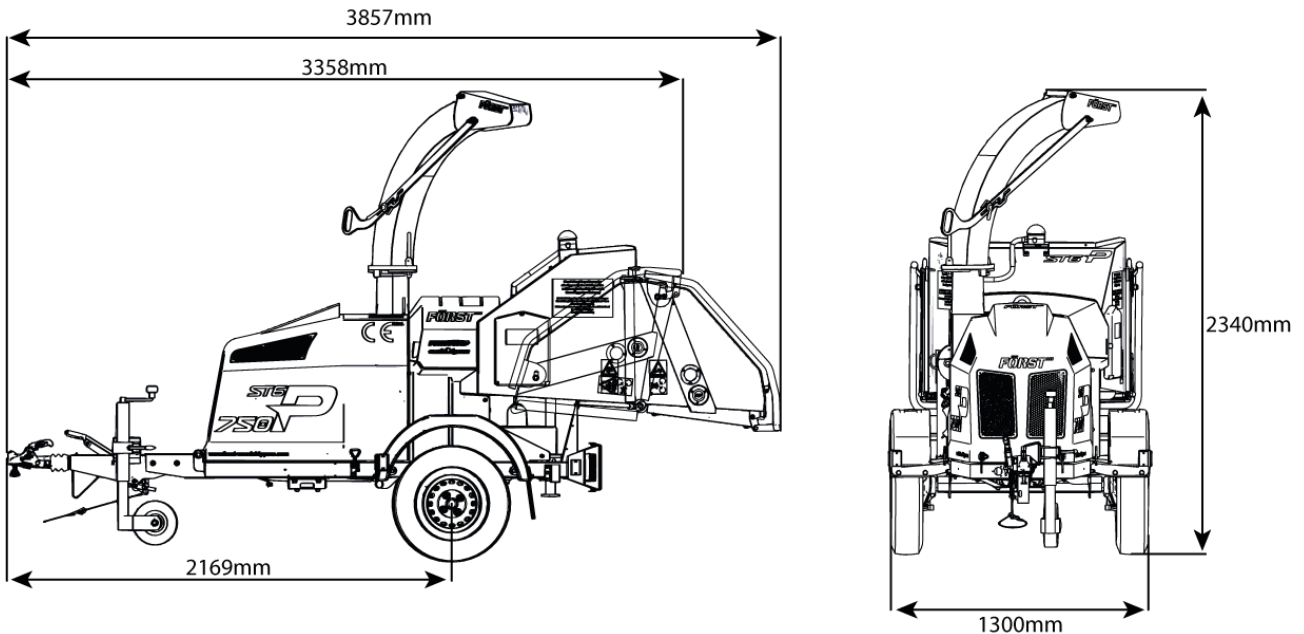

Abbildung 2 - Maße
- (3, Abbildung 2) Ein Verweis auf Punkt 3 in Abbildung 2